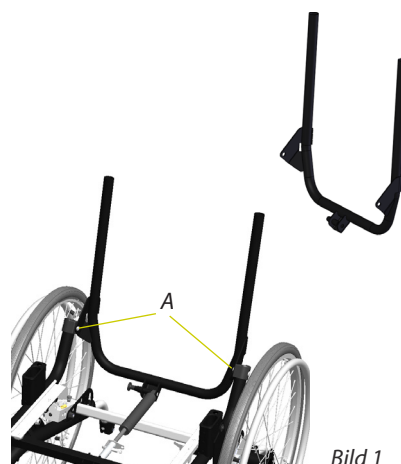

Bild 1
4. Demontera låsringarna på insidan av ryggraminsfästningarna (A, bild 1). Knacka på tapparna så att det går att lyfta bort ryggramen. **OBS!** Du behöver inte knacka ur dem helt, bara så att ryggramen frigörs.